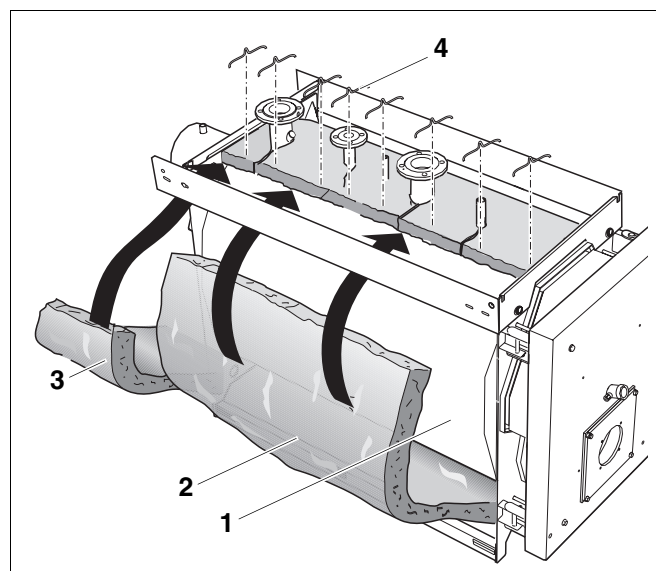

Рис. 20 Установка теплоизоляции корпуса котла, состоящей из двух элементов
Теплоизоляция котлов Logano S635 мощностью более 490 кВт состоит из двух элементов (рис. 20).
Большой элемент теплоизоляции (рис. 20, поз. 2) нужно наложить на переднюю стенку, а меньший (рис. 20, поз. 3) - на заднюю стенку котла.
- Монтаж большего и меньшего элементов теплоизоляции корпуса котла (рис. 20, поз. 2 и 3) проходит аналогично описанному выше в главе 8.6.1 "Монтаж теплоизоляции корпуса котла Logano S635 мощностью от 230 кВт до 420 кВт".